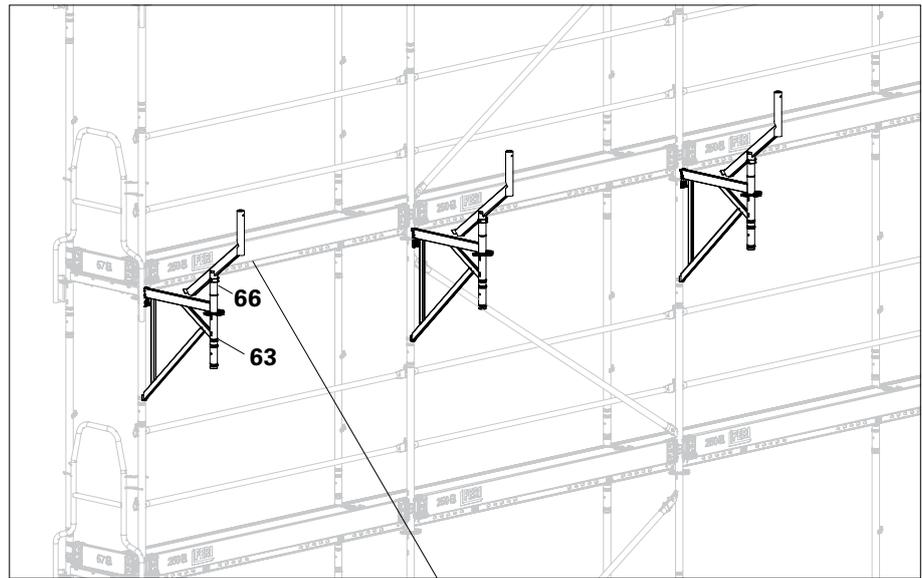

Abb. D3.01
1. Schutzdachanschluss EPC (66) auf Konsole ECM 67 (63) aufstecken und mit Rohrklappstecker (21) oder Schraube M10 x 70 und Mutter sichern.
2. Konsolen ECM 67 mit aufgestecktem Schutzdachanschluss EPC montieren, siehe Kapitel A6 Konsolen. (Abb. D3.01)
3. Ersten Stahlbelag EDS (30) einlegen und nach außen schieben.